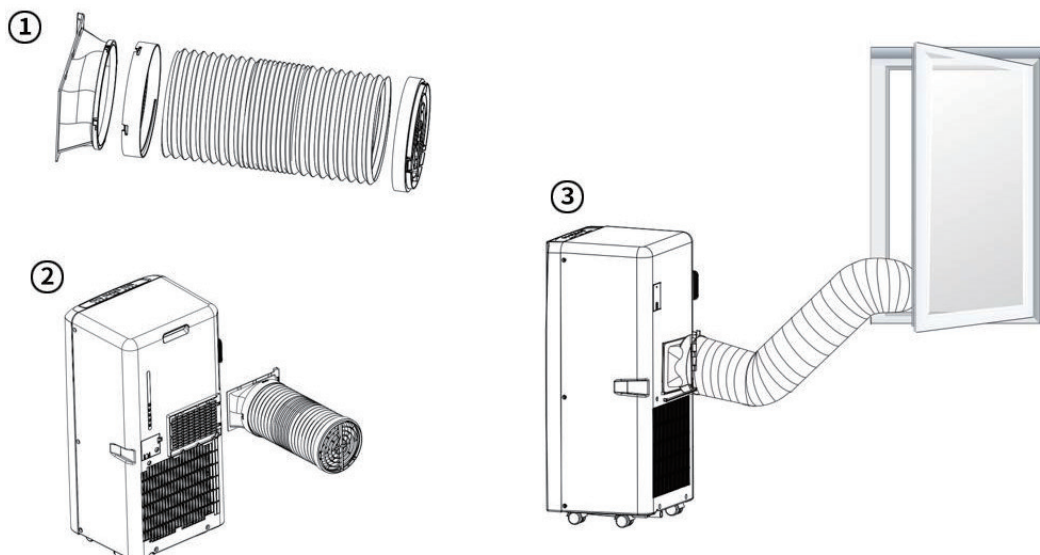

Fig.5
2. Sett den firkantede festeklipsen inn i luftuttaket på baksiden av klimaanlegget (se Fig. 5).